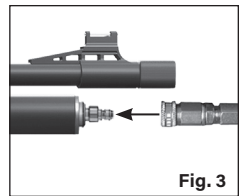

Fig. 3
3. Befestigen Sie die Schnellkupplung Ihrer Füllvorrichtung am Füllnippel des Luftgewehres (Abb. 3).